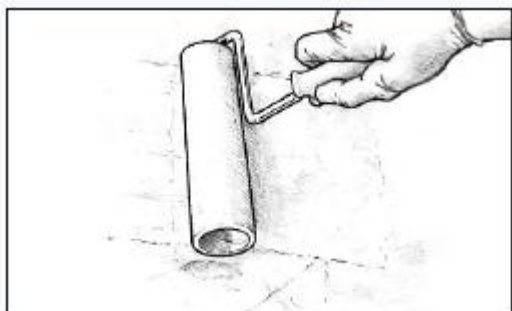

Рис. 30. Обработайте валиком небольшой участок. Эпоксидная смола должна наноситься равномерно.
4. Раскатывайте смолу легко, по участкам приплб. 600 x 600 мм, распределяя смолу равномерно по поверхности (Рисунок 30).